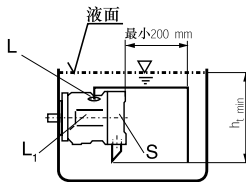

图 3
a) 当油箱的最低液面在泵顶端之上，则“L₁”口堵，“L”和“S”可开放并接管（见图3）。